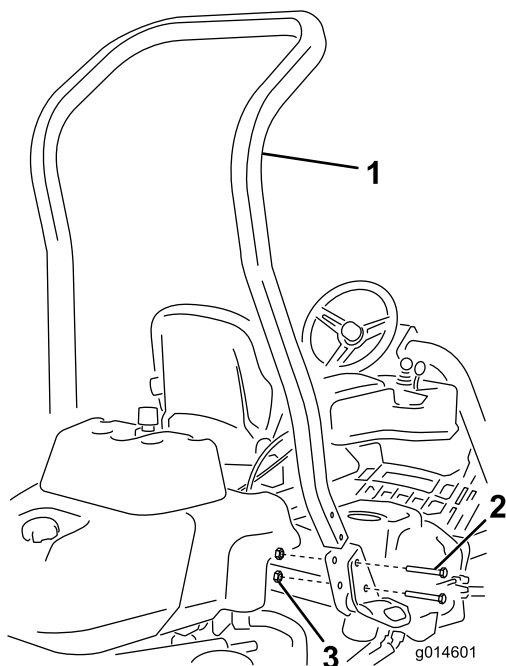

Figure 3
3. Montez l'arceau de sécurité dans les logements prévus de chaque côté de la machine au moyen de 4 boulons ( $\frac{1}{2}$ " x  $3\frac{3}{4}$ " ) et 4 écrous à embase ( $\frac{1}{2}$ " ), comme montré à la Figure 3.